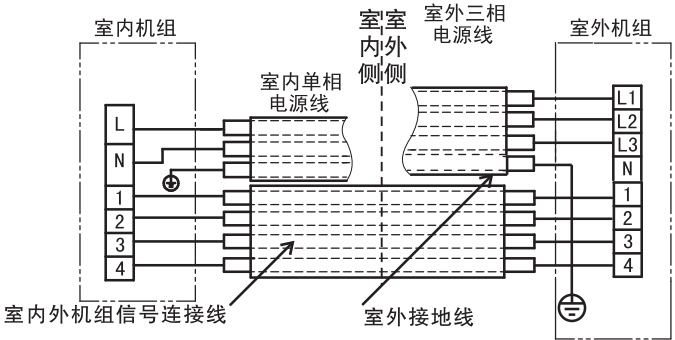

图15 室内外电气接线图
- (1) 连接电缆按接线图要求正确地连接室内外机组，绝对不可连接错误(如图15)。
- (2) 连接电缆必须用室内外机组上的附属电线压板压紧。